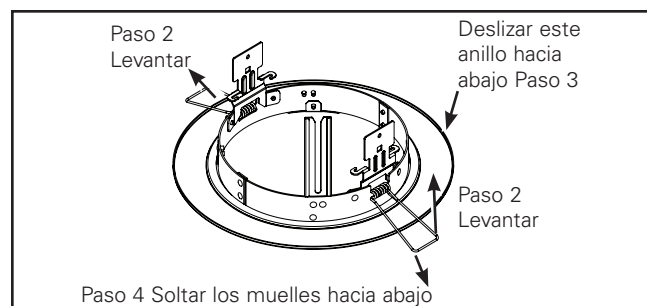

Figura 1. Posición instalada
1. Los anillos adaptadores de banda deben colocarse en el alojamiento antes de que este se instale en el techo (Figura 1.).
2. Doble los muelles hacia arriba, comprimiéndolos como se muestra en la imagen (Figura 1.).
3. Con la superficie plana hacia abajo, deslice el anillo adaptador con cuidado por encima de los muelles (Figura 1.).
4. Suelte los muelles lentamente (Figura 1.).